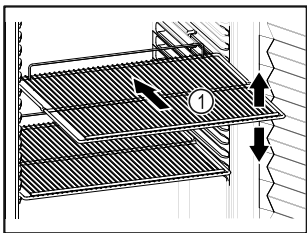

Fig. 50 Shembull ilustrues
- Nëse raftet me rrjetë Fig. 50 (1) mund të zhvendosen, atëherë përshtatini sipas lartësisë.